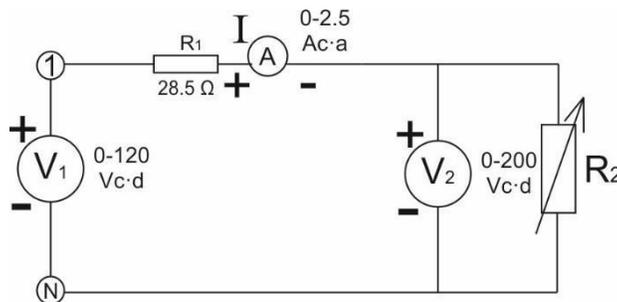

Figura 6
- Conecte el circulo de la figura 6 (Desconecte el motor síncrono de la fuente de alimentación; pero no desacople el motor del generador.